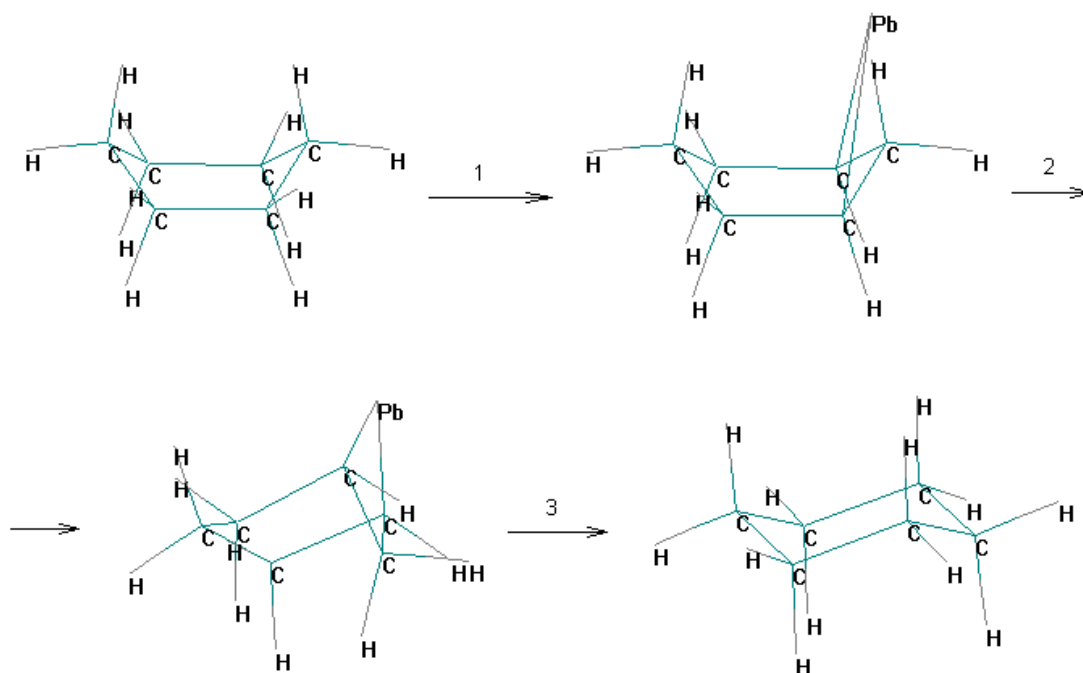

Рис. 20. Изменение конформации циклогексана.
5. Для циклических молекул конформация кресло обычно стабильнее. В программе. Для перевода циклогексана из конформации «ванна» в конформацию «кресло» можно воспользоваться следующим приемом (рис. 20).
- 1) Добавьте в молекулу атом тяжелого элемента (у него достаточно большая длина связи), как показано на рис. 20;